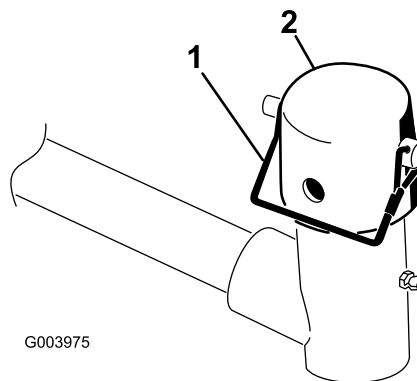

図 9
2. 昇降アームのピボットヨークからスナッパピンとキャップを外す 図 9。
注 カuttingユニットをステアリングモードで使う場合はスロットを使い、固定モードで使用する場合には、穴を使う図 9。